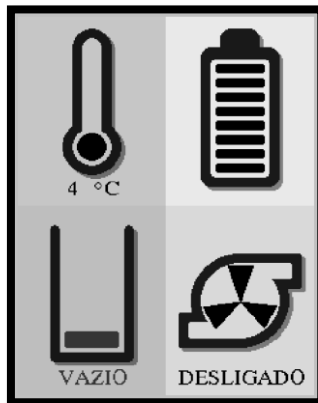

Figura 5 - Alarme – Nível baixo do reservatório
1. Nível baixo do reservatório (Figura 5) – Mensagem “VAZIO”.